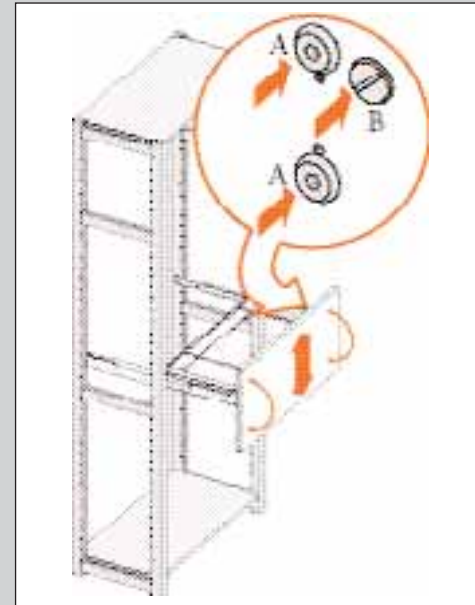

ABBILDUNG 32
10. Im Bedarfsfall die Blende verstellen. Lösen Sie die Schrauben A etwas. Die Blende kann jetzt etwas nach oben oder unten verstellt werden. Mit der Stellschraube B kann die Blende auch etwas geneigt werden. Ziehen Sie nach dem Verstellen die Schrauben A wieder fest (siehe Abb. 32).